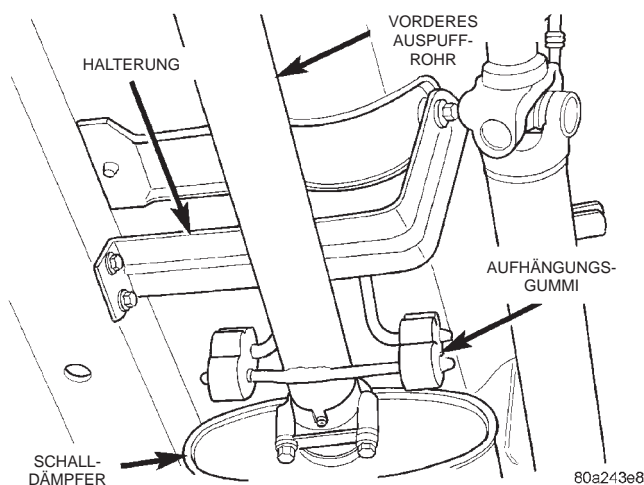

Abb. 3 Vorderes Auspuffrohr an Schalldämpfer
(4) Die Muttern der Klemmschelle am Schalldämpfer lösen (Abb. 3). Zum Abbau des Auspuffrohrs vom Schalldämpfer die Verbindung mit einem Schweißbrenner solange erwärmen, bis das Metall kirschrot glüht. Das Auspuffrohr vom Schalldämpfer lösen und abnehmen.